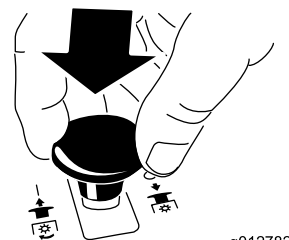

Figure 10
- Abaissez la commande des lames (PDF) jusqu'à la position ARRÊT (Figure 10).